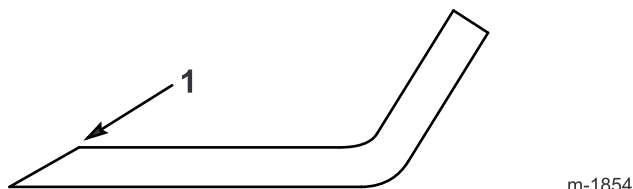

Bild 38
1. Schärfen Sie die Schnittkante jedes Messers an beiden Enden des Schnittmessers mit einer Feile (Bild 38). Behalten Sie den ursprünglichen Winkel bei. Das Messer bleibt ausgewuchtet, wenn Sie die gleiche Menge Metall von beiden Schnittkanten entfernen.